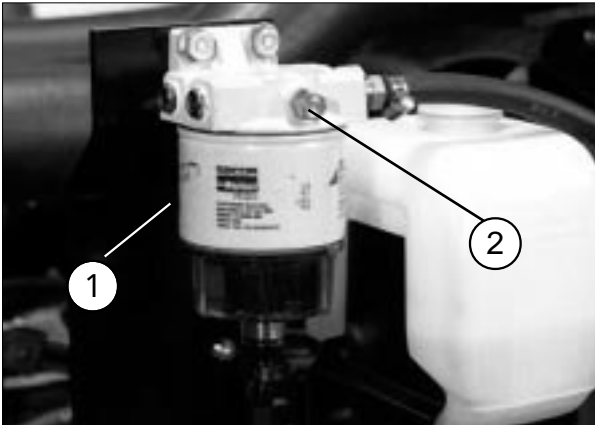

図14
3. 燃料フィルタ/水セパレータ（図14）のエア抜きプラグを開く。